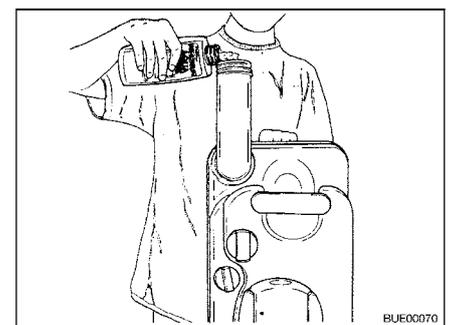

Fig. 155 Verter producto para sanitarios
- Rellenar la cantidad indicada de producto para sanitarios en el depósito de aguas fecales (Fig. 155).